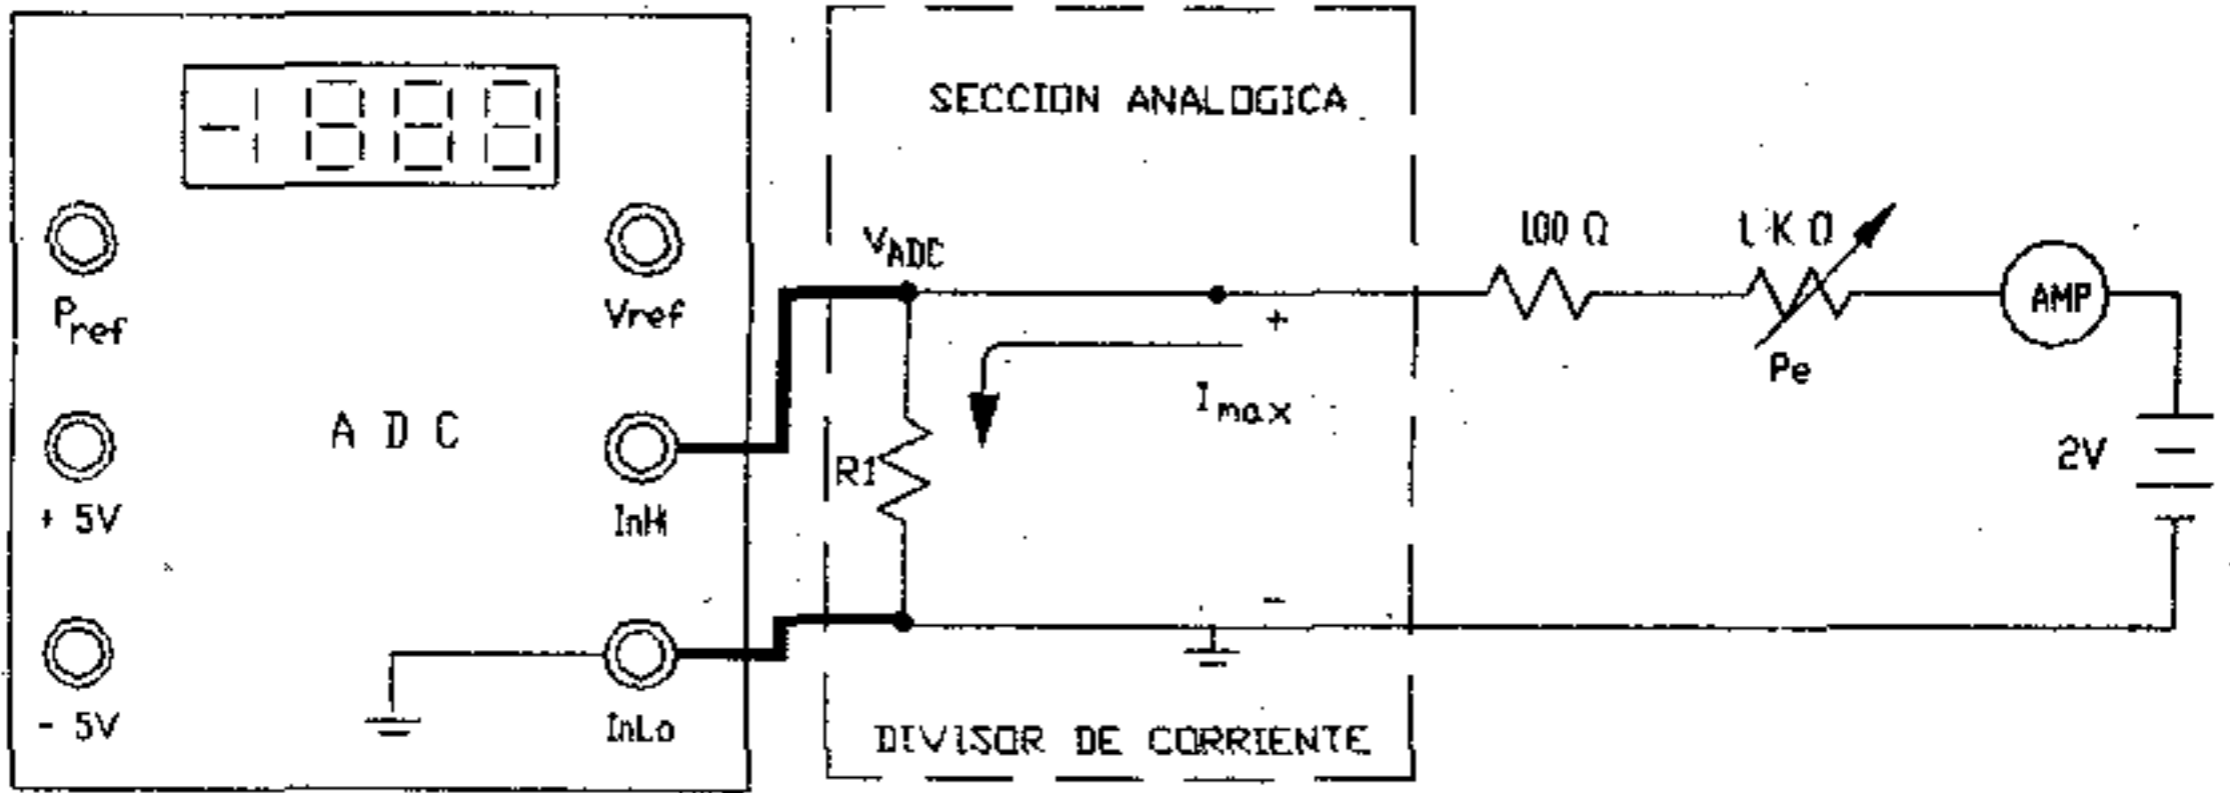

Figura 11
- b) En relación con la figura 11, si $I_{max} = 20 \text{ mA}$, determine el valor de R_1 a fin de que el voltaje de entrada al convertidor sea igual a $V_{ADC} = 200 \text{ mV}$.
- c) Arme el circuito de la figura 11.